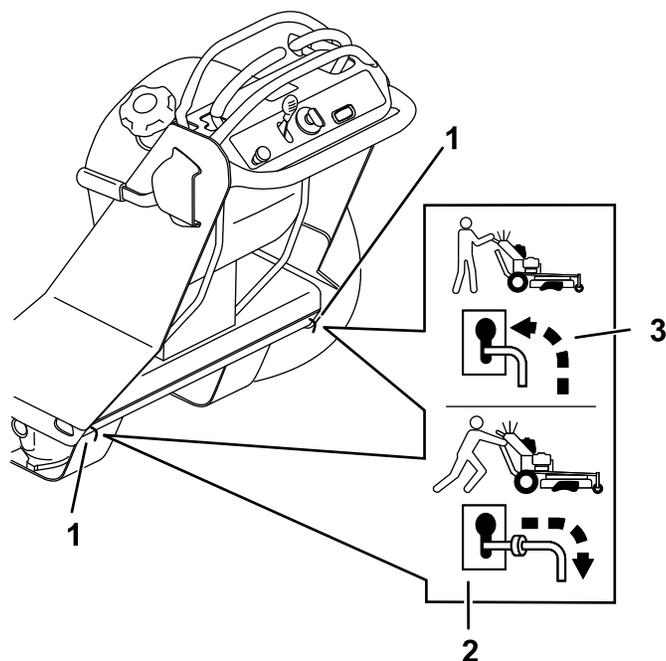

図 67
4. 両方のバイパスレバーをキー穴に沿って手前に引き、更に下に動かしてロックする 図 67。
7. エンジンを停止し、バイパスレバーを前下方向に動かしてロックする 図 67。